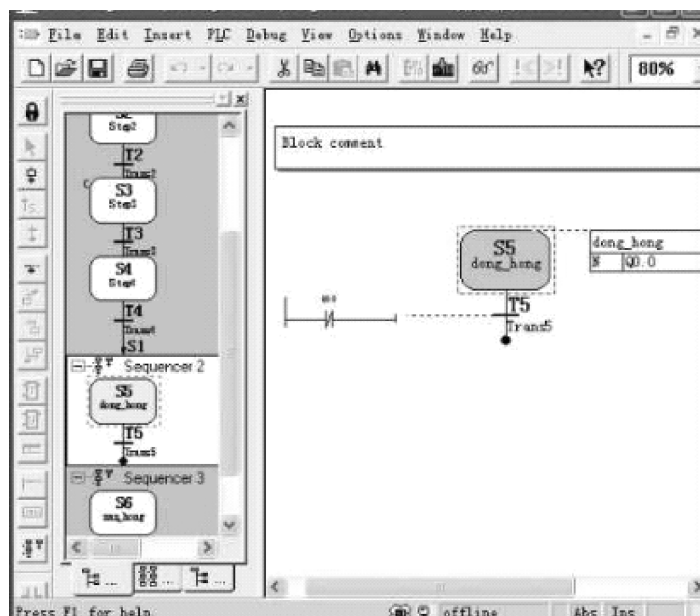

图 6-35 在 Sequencer 2 里编写程序
3) 单击浏览视图的 Sequencer 2，打开步 5 (S5) 的编程界面，编写图 6-35 所示的程序。